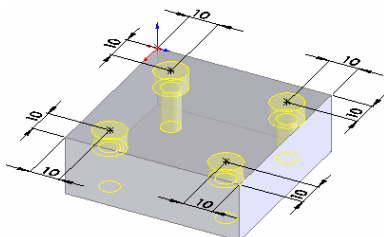

图 5-199 标注的孔位置
⑤ 设置属性管理器。孔类型按照图 5-199 所示进行设置，然后单击“孔规格”属性管理器中的“位置”标签，此时光标处于“绘制点”状态，在图 5-197 的表面 1 上添加 4
⑥ 标注孔尺寸。选择菜单栏中的“工具”→“标注尺寸”→“智能尺寸”命令，标注添加的 4 个点的定位尺寸，结果如图 5-199 所示。